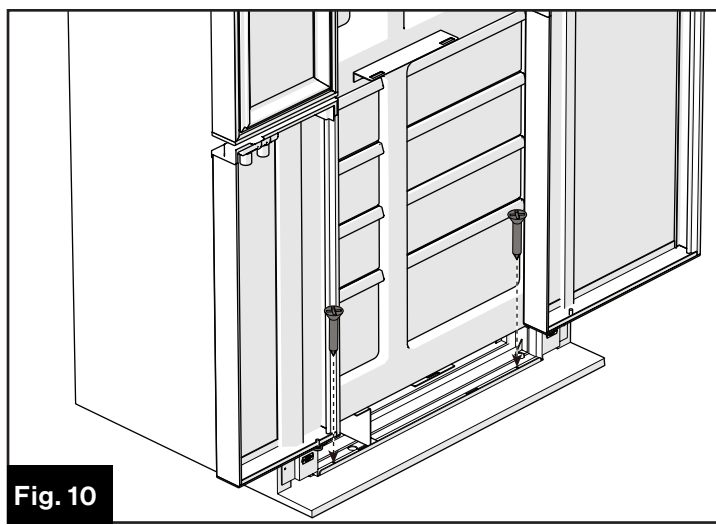

Fig. 10
7. Abra las puertas inferiores del refrigerador y asegure el refrigerador en el gabinete con dos tornillos autorroscantes. (Fig. 10)